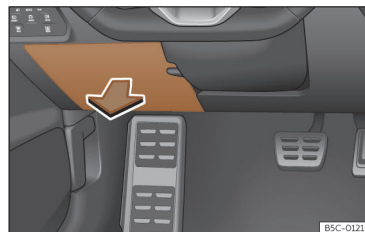

Fig. 217 No painel de instrumentos do lado do condutor: tampa da caixa de fusíveis.
- **Abrir:** recline a cobertura para baixo >>> **Fig. 217.**